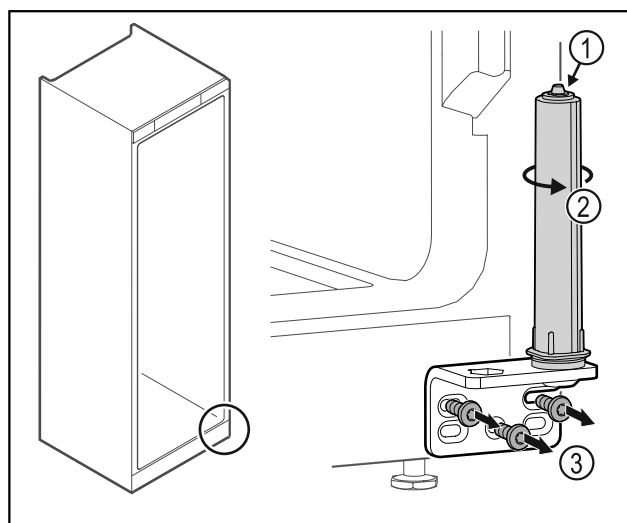

Fig. 38
- Du må ikke adskille dørlukkesystemet Fig. 38 (1).
- Drej lukkesystemet Fig. 38 (2), indtil det klikker.
- Skru hængselvinklen Fig. 38 (3).